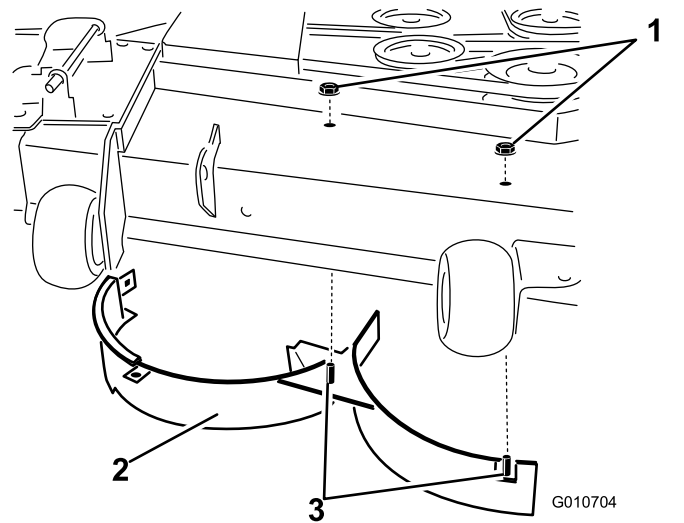

Figure 37
12. Retirez le boulon de carrosserie et le contre-écrou qui fixent le déflecteur droit au sommet du plateau de coupe puis déposez le déflecteur (Figure 37).
13. Placez les fixations retirées précédemment dans les trous avant de la plaque d'éjection et le trou à l'avant du plateau de coupe (Figure 37).
11. Retirez les 2 contre-écrous (5/16") qui fixent les montants soudés du déflecteur droit sur le dessus du plateau de coupe, au centre et à droite du centre (Figure 37).